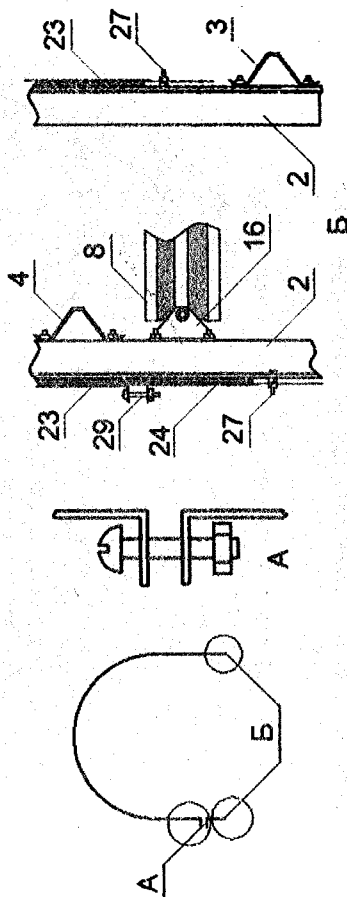

Рис. 18 Крепление стяжных лент
- 5.2. Достаньте из упаковки детали ленты стяжную №23 по всей длине. К ленте поликарбоната. На земле распрямите ленту стяжную №24 винтом М4х35 (№29 комплектации). Гайку М4 до конца не затягивайте, оставьте место для дальнейшей подтяжки стяжной ленты после фиксации верхнего покрытия (см. рис. 18).